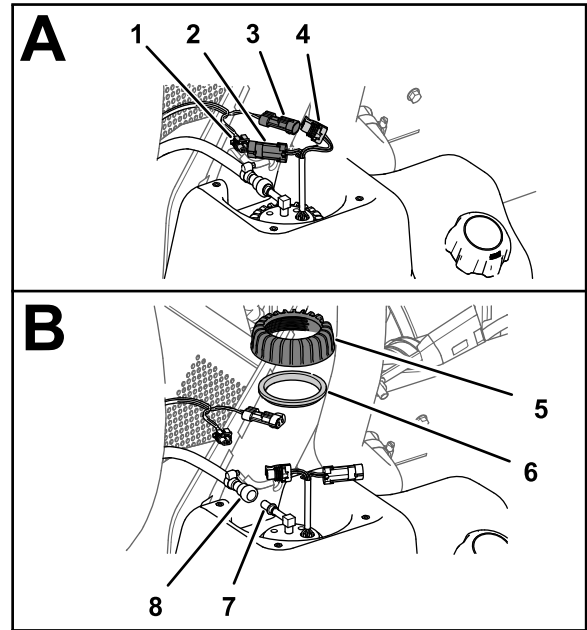

Bild 83
Maschinenkabelbaums von der 2-poligen Buchse der Kraftstoffpumpe/Zuführeinheit (**Bild 83**).
2. Schieben Sie die Verriegelungshülse der Kraftstoffschlauchkupplung vom Anschlussstück der Kraftstoffpumpe/Zuführeinheit weg und ziehen Sie die Kupplung und den Schlauch vom Anschlussstück ab (**Bild 83**).
3. Drehen Sie die Mutter der Kraftstoffpumpe/Zuführeinheit gegen den Uhrzeigersinn und entfernen Sie die Mutter und die Dichtung (**Bild 83**).